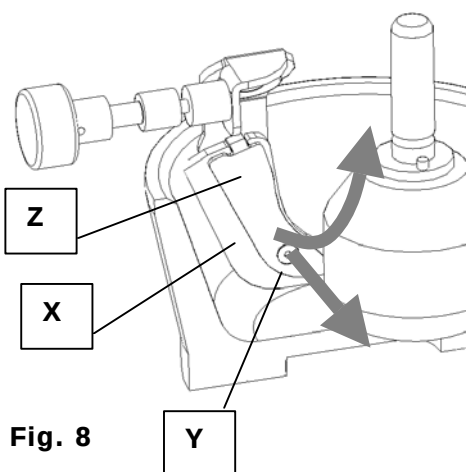

Fig. 8
- Le racleur doit être ajusté une nouvelle fois s'il ne touche pas au complet le fond du mortier et la paroi intérieure du mortier (ligne en pointillés dans la **fig. 8**).